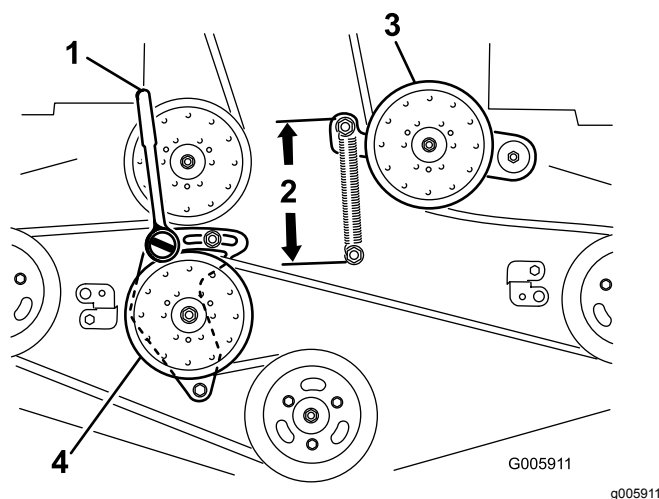

Figura 90
6. Afloje el brazo de la polea tensora fija y ajústelo para aliviar la tensión de la correa (Figura 90).
9. Introduzca una llave de carraca con extensión corta en el taladro cuadrado del brazo de la polea tensora fija (Figura 90).
11. Para aumentar la tensión de la correa, gire la llave de carraca en sentido antihorario para desplazar el brazo de la polea tensora fija hasta obtener un espacio de 16,5 cm entre los ganchos del muelle (Figura 90).